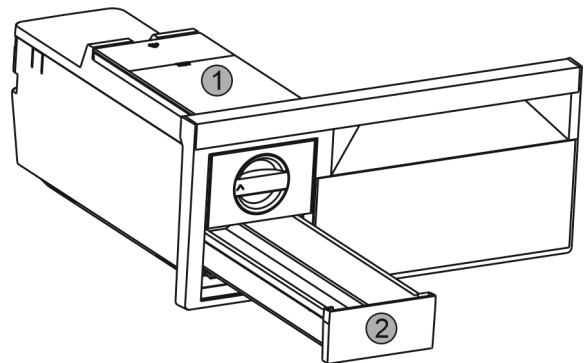

Fig. 27
- ▶ Wassertank Fig. 27 (1) und Eiswürfel-Schubfach Fig. 27 (2) entnehmen.